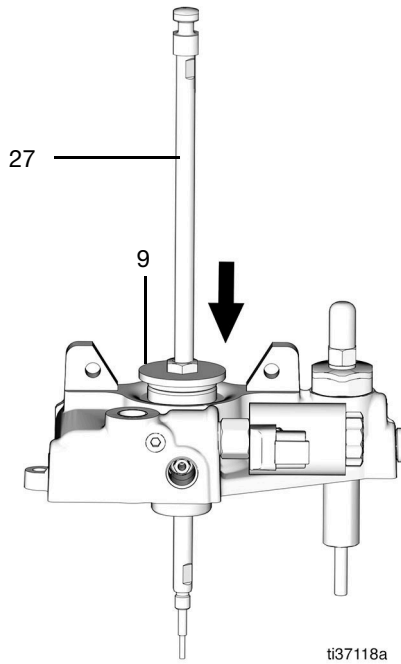

FIG. 54
7. Aplique una fina capa de grasa a la varilla de la bomba (27) y empuje para meterla en el alojamiento de la bomba por el agujero de la tuerca de retención (9) (FIG. 54).